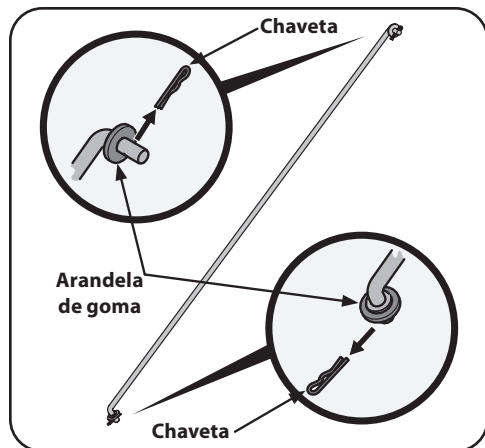

Figura 2-9
3. Quite las chavetas de la barra de control, deje las arandelas de goma en la barra de control. Vea la Figura 2-9.